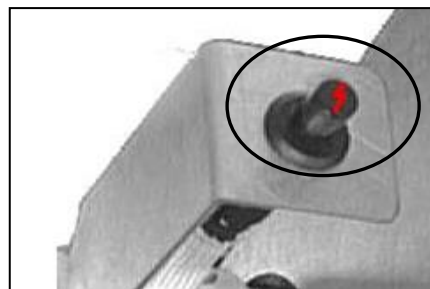
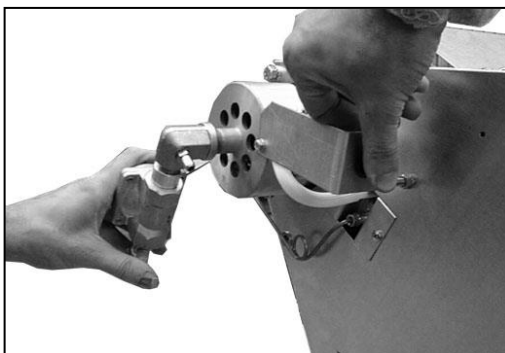

Figura 2
Figura 3
- **dopo 15 – 20 secondi**, spingere alcune volte il pulsante dell'accenditore piezo-statico fino ad accensione avvenuta (figura 2), tenendo premuto il pulsante blu della valvola (figura 3)